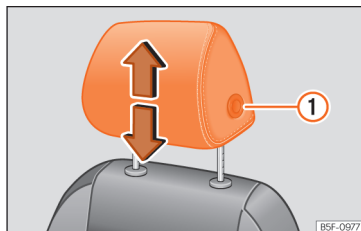
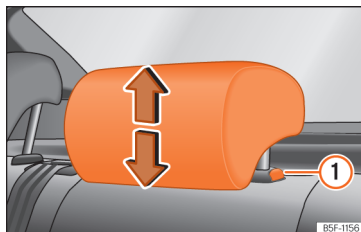

Abb. 75 Vordersitz: Kopfstützeneinstellung.
Abb. 76 Kopfstütze hinten: Kopfstützeneinstellung.
Sie zum Absenken auf gleiche Weise vor und drücken Sie die seitliche Taste ① »» (Abb. 75), »» (Abb. 76).